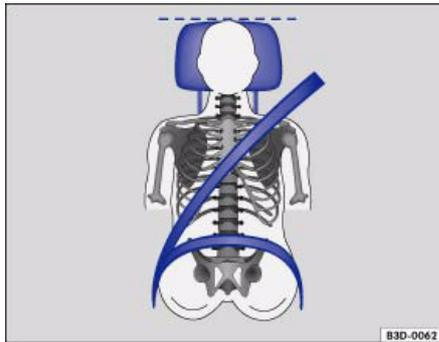
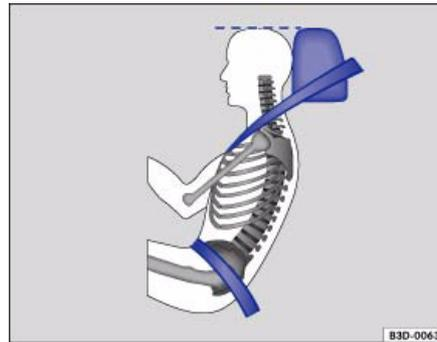

Abb. 52 Von vorne betrachtet: richtig eingestellte Kopfstütze und korrekter Gurtbandverlauf
Abb. 53 Von der Seite betrachtet: richtig eingestellte Kopfstütze und korrekter Gurtbandverlauf
- Stellen Sie die Kopfstütze so ein, dass die Oberkante der Kopfstütze sich möglichst auf einer Linie mit dem oberen Teil Ihres Kopfes befindet ⇒ Abb. 52 und ⇒ Abb. 53.